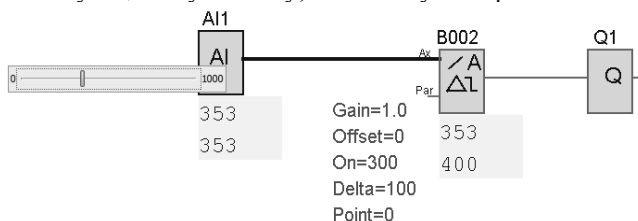

Рис. 9.18. Коммутационная схема
- Собрать коммутационную схему, показанную на рис. 9.18.